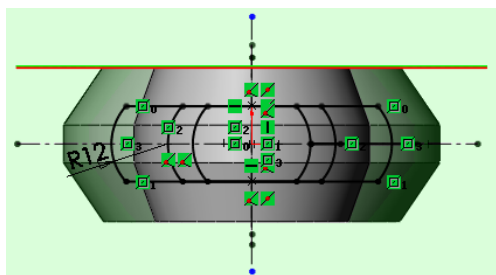
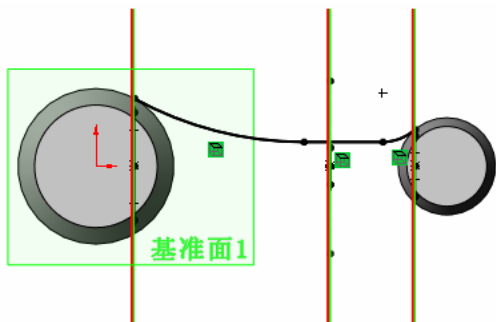

图 4-121 第三个放样轮廓
图 4-122 第一条引导线
⑬ 新建草图。选择基准面 4，单击“草图”工具栏中的“草图绘制”按钮，新建一张草图。单击“标准视图”工具栏中的“正视于”按钮，使绘图平面转为正视方向。
⑮ 绘制第三个放样轮廓草图。同绘制第一个放样轮廓草图方法相同，利用草图绘制工具绘制第三个放样轮廓草图，如图 4-121 所示，退出草图。
⑯ 绘制第一条引导线。新建草图。在 FeatureManager 设计树中选择“上视基准面”，单击“草图”工具栏中的“草图绘制”按钮，新建一张草图。
⑰ 投影。单击“草图”工具栏中的“转换实体引用”按钮，将辅助引导线草图投影到当前草图绘制平面，生成第一条引导线，如图 4-122 所示。